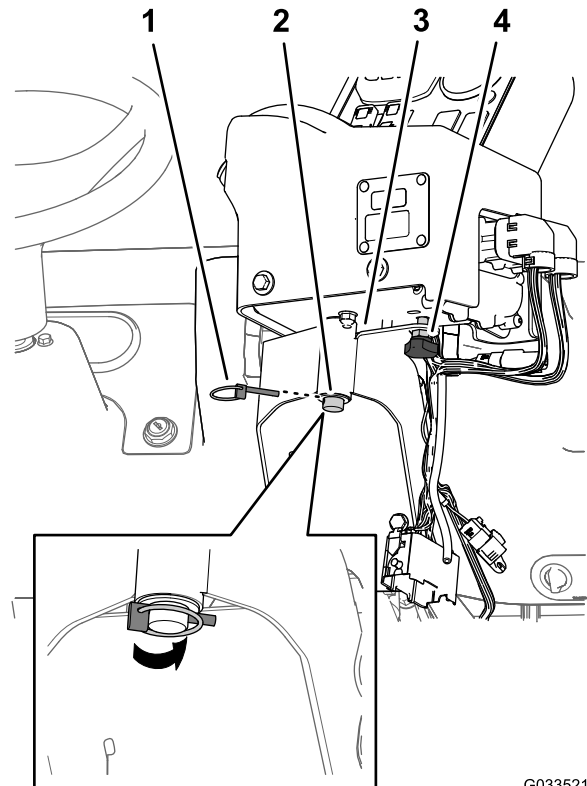

Figure 19
- Fixez la console de commande au support du boîtier de commande au moyen de la goupille de circlip (Figure 19).
- Montez et serrez la molette de serrage pour empêcher la console de tourner durant cette opération (Figure 19).